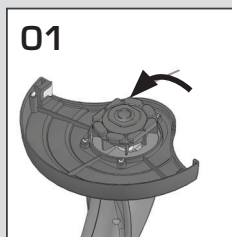

Fig. 13
Mantenha o porta carretel fixo, segure o fio de nylon e puxe-o para cima. Faça o fio deslizar para a esquerda até um comprimento aproximado de 8 cm (1) [Fig. 13].